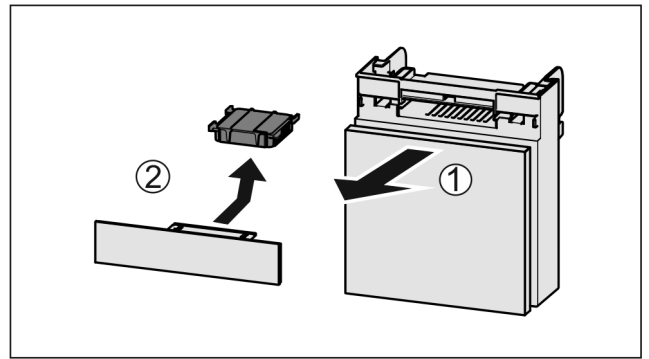

Fig. 98
- ▶ Lade vanaf de voorkant eruit trekken Fig. 98 (1).
- ▶ Actiefkoolfilter verwijderen Fig. 98 (2).